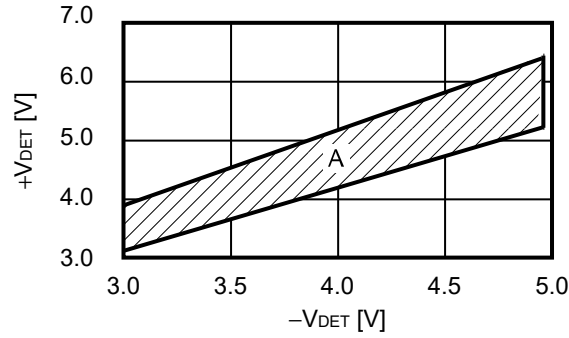

图5 检测电压、解除电压可设领域
**备注** 可在5.0% ~ 30.0%的范围内设定检测电压 ( $-V_{DET}$ ) 与解除电压 ( $+V_{DET}$ ) 的差 (滞后幅度)。检测电压、解除电压的组合, 可从图5所示的A领域选择。